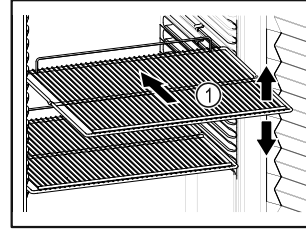

Fig. 58 Esimerkkikuva
- ❑ Sovita siirrettävät rivilatasot Fig. 58 (1) korkeuden mukaan.